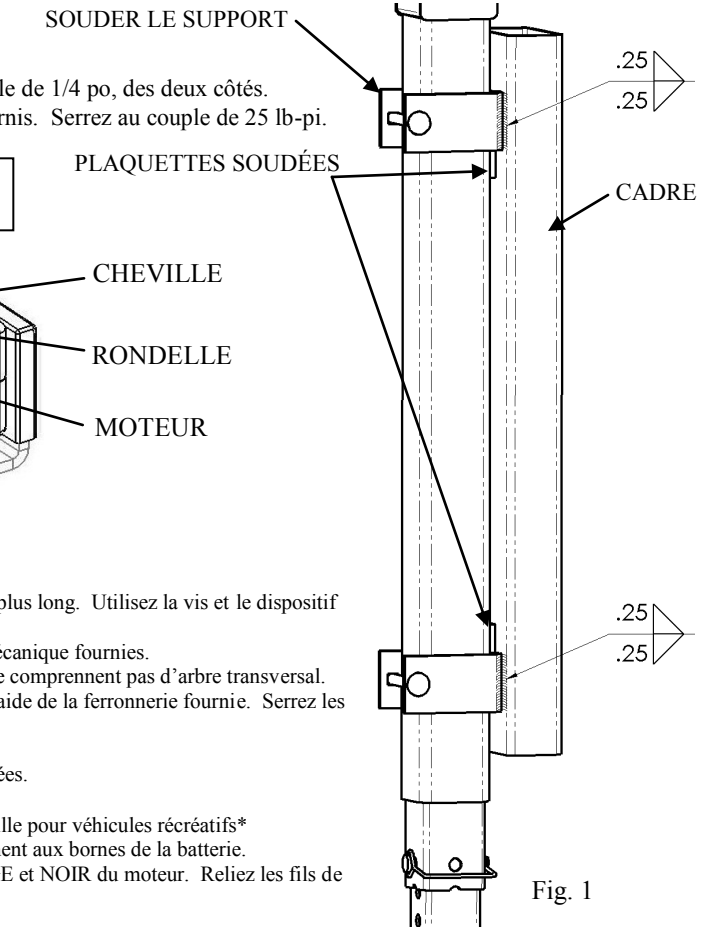

Fig. 1
- 1) Placez les supports soudés sur le cadre de manière à saisir les plaquettes soudées sur le vérin, comme illustré à la figure 1.